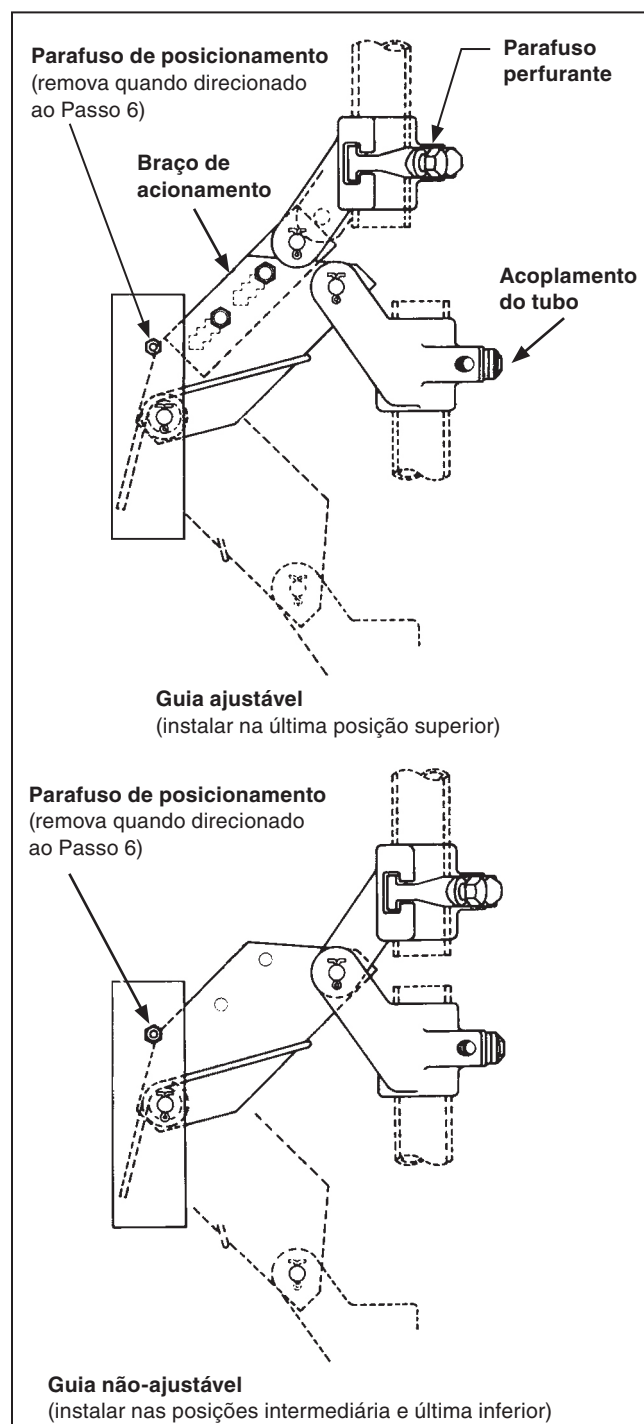

Figura 18. Conjuntos de guias para uso com tubo vertical de operação IPS de 1/4 polegada, fornecidos com modificação padrão de pequena monta “-S15.”
- (c) Deslize a ponta inferior do tubo vertical de operação pelo acoplamento do braço de acionamento do guia ajustável, com o braço-guia do tubo apontando para cima em um ângulo de 45 graus. Ver Figura 18. Um parafuso de posicionamento mantém o braço-guia em 45 graus. Aperte com firmeza o parafuso de travamento do guia e em seguida aperte com segurança o parafuso perfurante associado.
- (g) Remova o parafuso de posicionamento temporário de 45 graus de cada guia. Ver Figura 18 na página 21. Remova a barra de travamento e afrouxe o parafuso de travamento no acoplamento do último guia inferior. Mantenha a alavanca a aproximadamente 20 graus da posição **Fechada** e reaperte os parafusos de travamento do guia. Não aperte o parafuso de ajuste associado. Finalizando, movimente a alavanca para a posição totalmente **Fechada**. Uma resistência definida deve ser sentida no final do movimento, indicando que todas as folgas no acoplamento operacional foram eliminadas.